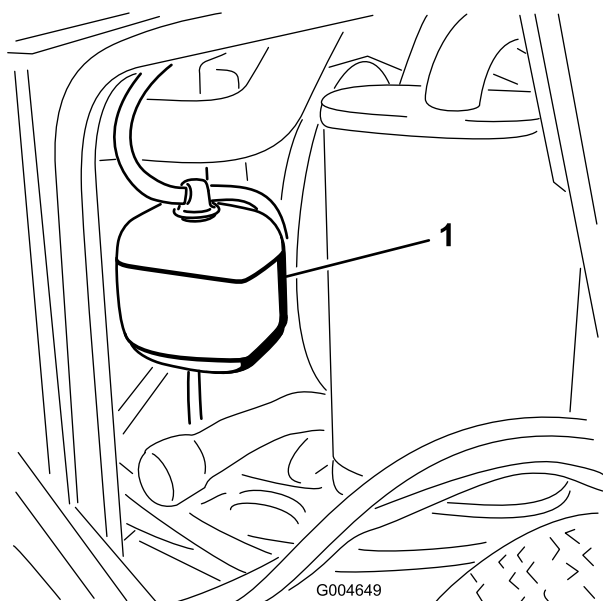

Figura 55
- Controllate il livello di refrigerante nel serbatoio di espansione (Figura 55). Il livello di refrigerante